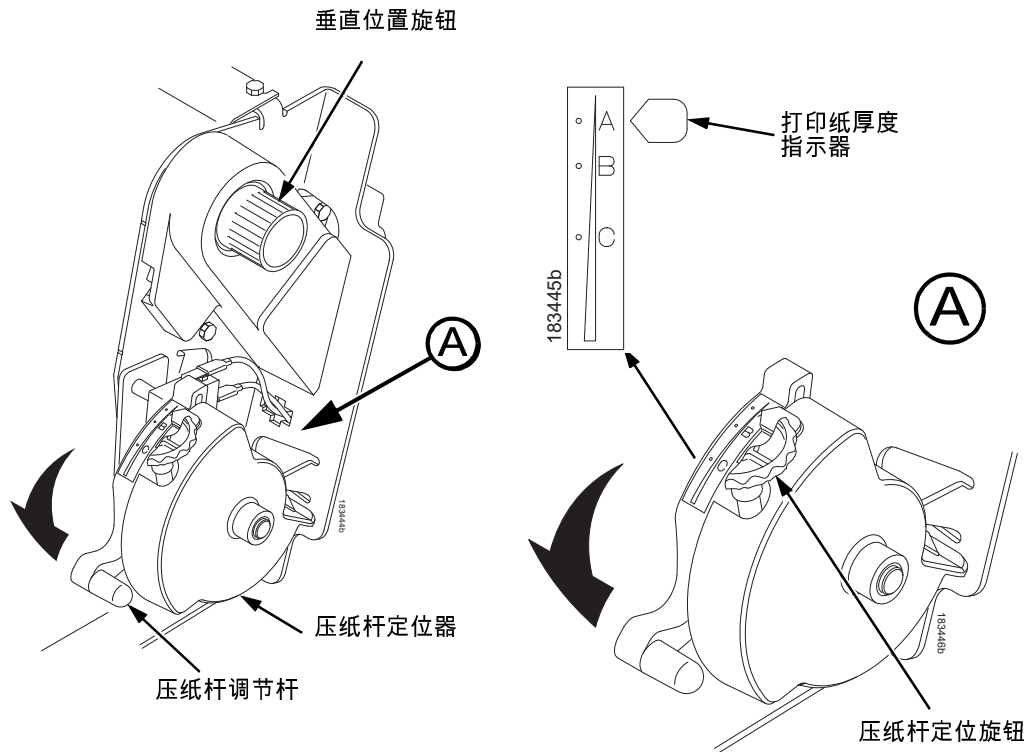

图 16. 设定压纸杆调节杆
10. 顺时针或逆时针方向旋转压纸杆定位旋钮，以匹配纸张厚度 (A-B-C 刻度分别对应的纸厚度近似为纸厚、三分之一纸厚和六分之一纸厚)。请参阅图 16。